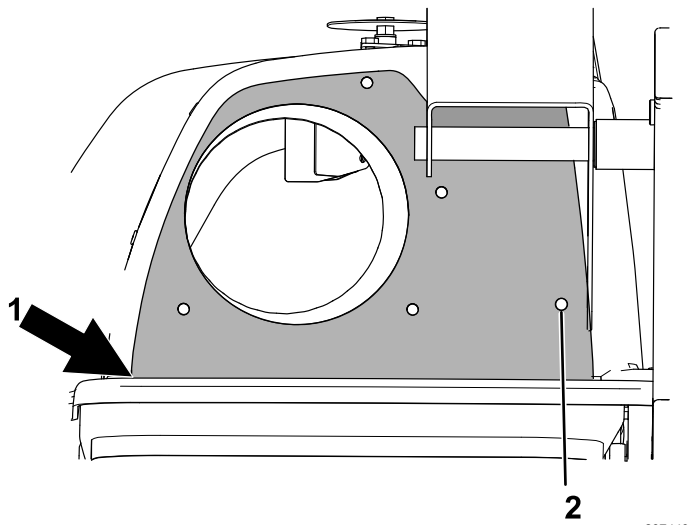

Figure 6
2. Placez le gabarit sur le capot en alignant le trou droit sur le trou de montage du support de pivot et le bord inférieur sur le rebord du capot (Figure 6).